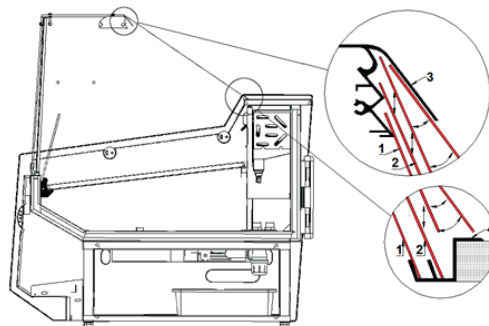

Abb. 5. Montage / Demontage der Nachtdeckungen
1. Die Ausstellungsfächer einstellen, indem diese auf den Aluwinkeln unterstützt werden Abb.5/4;5
HINWEIS: Bei den Vitrinen Typ „Gastro“ ist die universale Salat-Wanne aus der Vitrine herauszubringen Abb.5, um sich den freien Zugang zu ABS-Seite zu gewährleisten und die Glasseite mit den Druckschrauben zudrehen Abb.6/1.